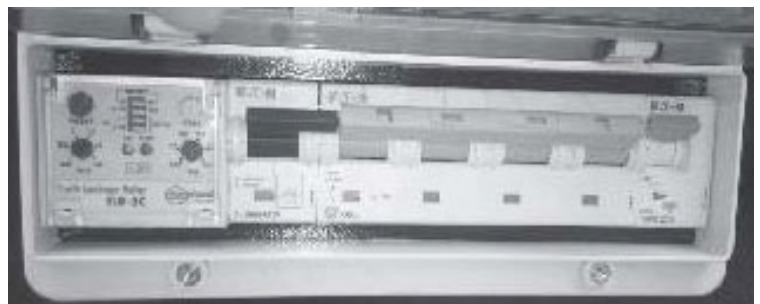

Abb. 6-1: Fehlerstromschutz und Überstromschutz
- Um die Stromzufuhr zu den Steckdosen (Verbrauchern) herzustellen, heben Sie die Klappe über den Schaltern an und schalten Sie zuerst den Fehlerstromschutz und dann den Überstromschutz in die Position ON (Abb. 6-1).